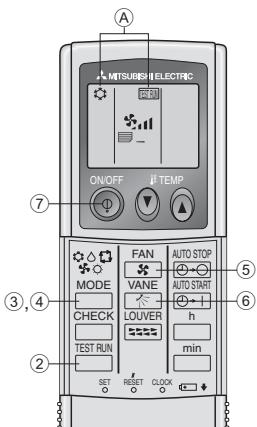

Рис. 7-2
7.2.2. Использование беспроводного пульта дистанционного управления (Рис. 7-2)
- ① Включите питание блока по крайней мере за 12 часов до начала испытаний.
- ② Дважды нажмите кнопку TEST RUN. (Начните данную операцию с выключенным дисплеем пульта дистанционного управления.)